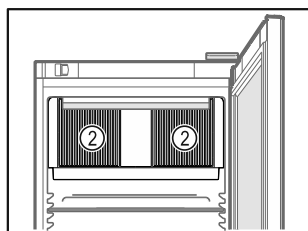

Fig. 81
- ❑ Mantenere libere le fessure di ventilazione Fig. 81 (2) della ventola di ricircolo nel vano interno.